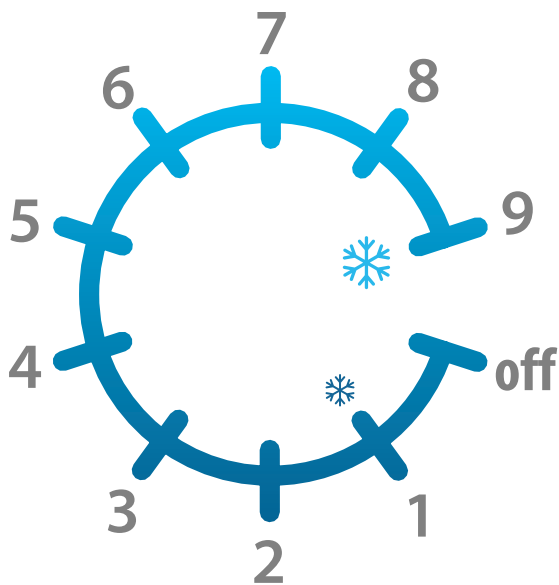

Рис. 2. Значения на ручке терморегулятора. 1 – это самая высокая температура; 9 – самая низкая.
Вращайте ручку терморегулятора по часовой стрелке для уменьшения температуры и против часовой стрелки для ее увеличения. Один (1) – это самая высокая температура; девять (9) – самая низкая. См. рис. 2.